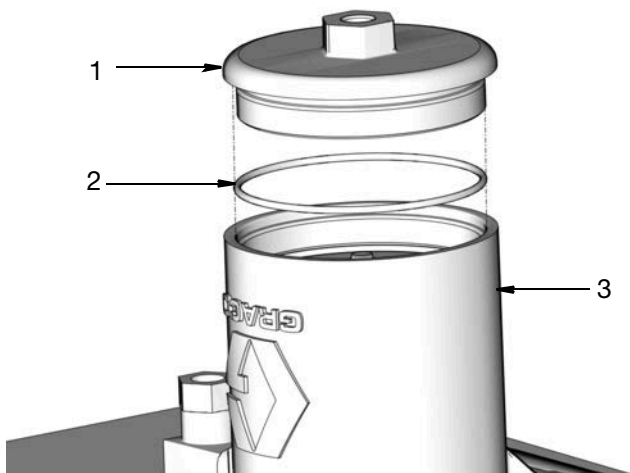

FIG. 22
19. Enlever le couvercle (1), le joint torique (2) du couvercle et le ressort (6). Mettre le joint torique au rebut en observant toutes les réglementations concernées (FIG. 22).